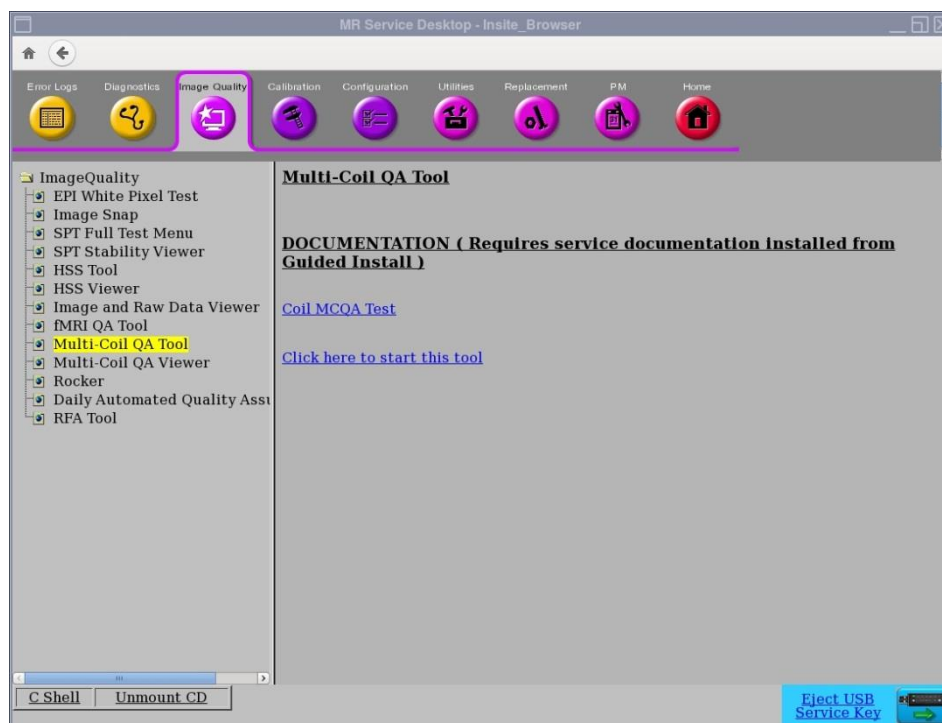

Figura 1
1. En Common Service Desktop (CSD) (Escritorio de servicios comunes), acceda a Service Browser (Navegador de servicios) y seleccione [Image Quality] (Calidad de imagen), «Multi-Coil QA Tool» (Herramienta de control de calidad de varias bobinas) y, por último, «Click here to start this tool» (Haga clic aquí para iniciar esta herramienta) como se muestra en la Figura 1.